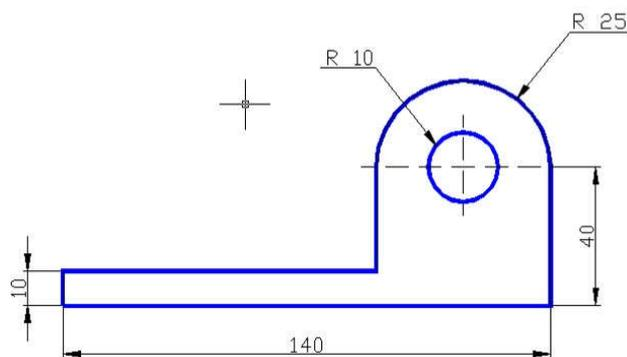

Рис.4 Креслення деталі
Використовуючи навички, отримані під час виконання попередніх пунктів, побудувати креслення за рис.4.
6.3. Побудувати креслення за рис.4. Попередньо погасіть всі заповнені шари, зробіть поточним шар з ім'ям "Креслення", налаштуйте сітку та прив'язку до вузлів сітки з кроком 5 мм. Координата лівої нижньої точки креслення 25,130.